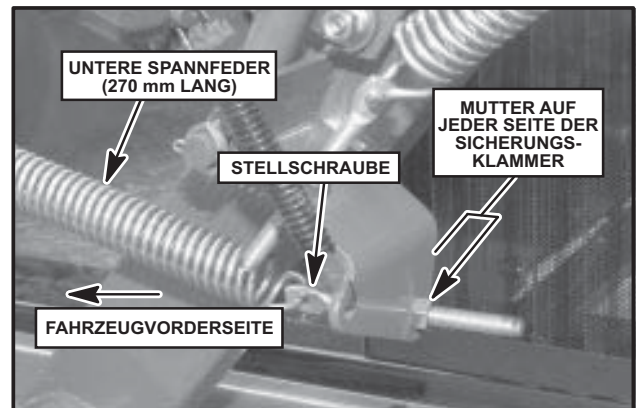
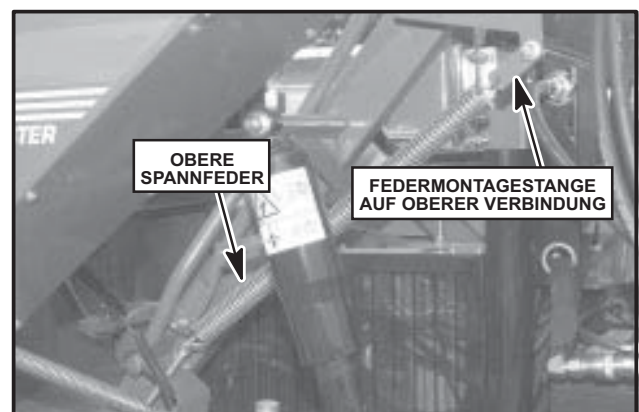

Abbildung 24
Abbildung 25
2. Verbinden Sie das andere Ende der Feder mit der Stellschraube an der Sicherungsklammer (siehe Abb. 24).
3. Nehmen Sie die Schraube (Teilenummer 832438) und zwei (2) 3/8-16 Muttern (Teilenummer 304632) aus dem Zubehörset und bringen Sie sie an der Sicherungsklammer an. Stellen Sie sicher, dass auf jeder Seite der Klammer eine Mutter ist. Die Feder wird später eingestellt.
4. Verbinden Sie ein Ende der 391 mm langen oberen Spannfeder (Teilenummer 832322) mit der Montagestange auf der oberen Verbindung (siehe Abb. 25).